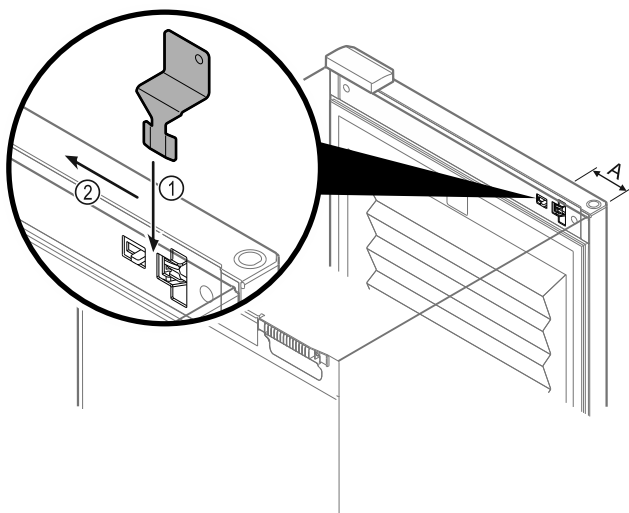

Fig. 220
- Notentriegelungsschlüssel an vorgegebener Stelle positionieren Fig. 220 (A)  $\approx$  100 mm.
- Notentriegelungsschlüssel Fig. 220 (1) zwischen Tür und Gerätekorpus von oben bis zum Anschlag einstecken.
- Notentriegelungsschlüssel in Richtung Scharnier ziehen. Fig. 220 (2)